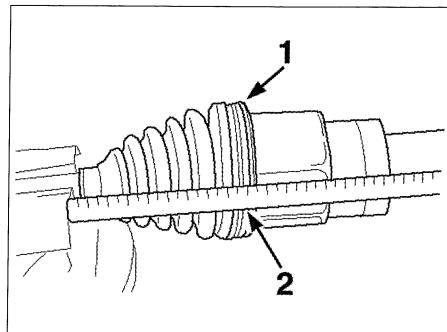

FIG. 6
- Empujar la tulipa (1) en el tripode hasta el tope, después hacerla retroceder 20 mm (2) (**fig. 6**).